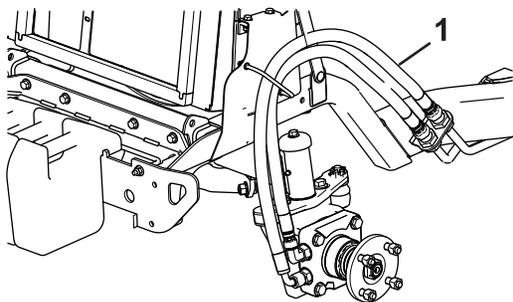

Figura 8
15. Disponete i flessibili attraverso la guida dei flessibili (Figura 8).